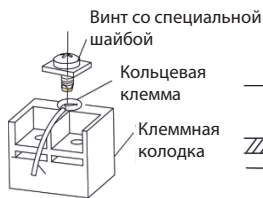

Рис. 27
- Расположите круглую клемму провода, установите на место и затяните отверткой винт клеммной колодки (см. рис. 27).